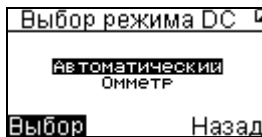

Рисунок 40
6.3.7 Для измерений **DC** методом подключите кабель **DC**, появится кратковременное сообщение об активации метода и будет предложен выбор режима **Автоматический** или **Омметр** (рисунок 40).